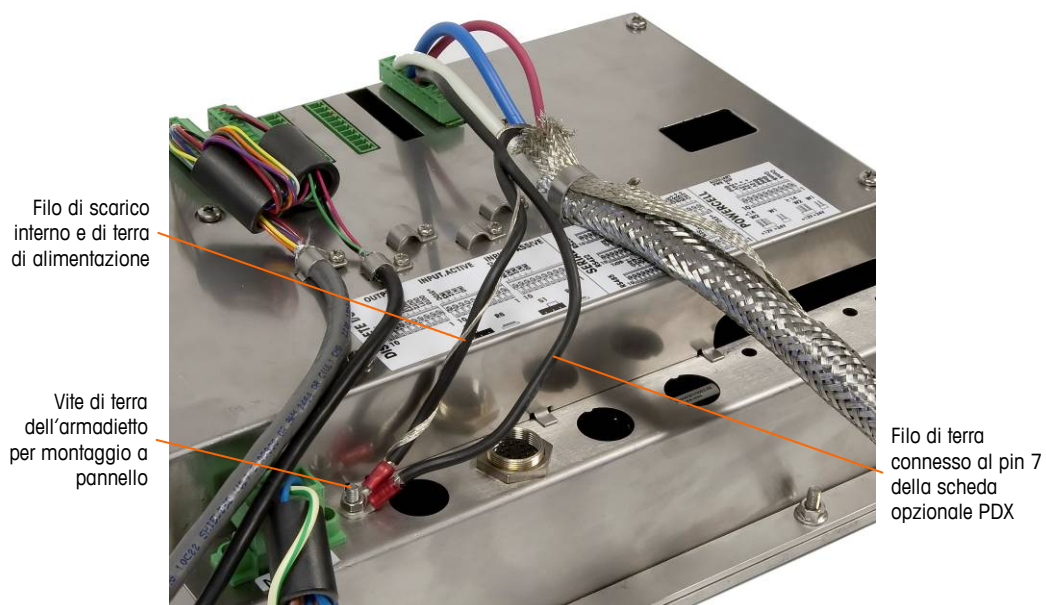

Figura 2-48: Connessione alla terra di alimentazione dell'home run PDX, armadietto per montaggio a pannello
9. Per l'IND780 con armadietto per montaggio a pannello, eseguire le terminazioni descritte nel passo 8 alla vite di terra esterna indicata in Figura 2-48.